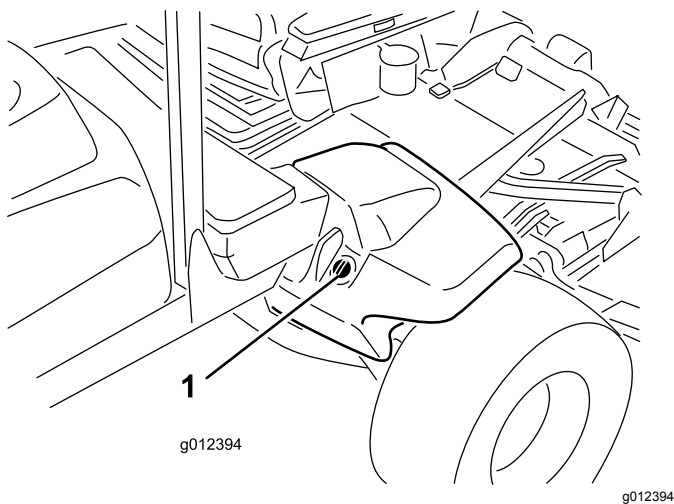

Figura 18
2. Limpe a zona em redor do tubo de enchimento e da tampa do depósito hidráulico (Figura 18). Retire a tampa do tubo de enchimento.